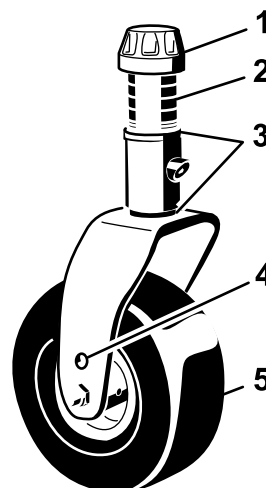

図 95
1. キャスタスピンドルシャフトからテンショニングキャップを外し、キャスタアームからスピンドルを抜き出す 図 95。